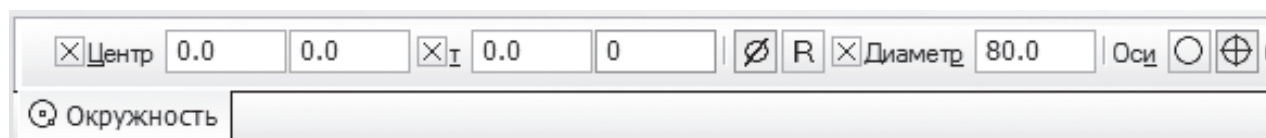

Рис. 92
5. На *Виде 2* вычертить окружность с осями диаметром 80 мм и координатами центра (0,0) (рис. 92). Поставить размер окружности  $\varnothing 80$ .